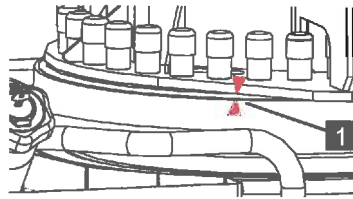

Abb. 159
6. Die Bühne in Richtung Transportstellung schwenken, bis die beiden Pfeile (Abb.159/1) des Drehanzeigers fluchten.